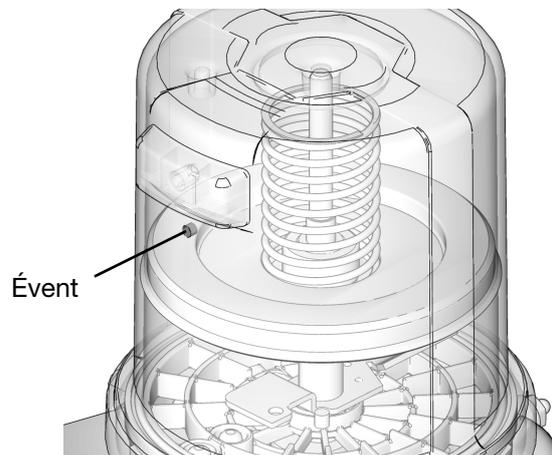

FIG. 26
3. Remplir le réservoir de graisse jusqu'à ce que le joint de la plaque suiveuse perce l'orifice d'évent (FIG. 26) et que la majorité de l'air soit expulsée du réservoir.